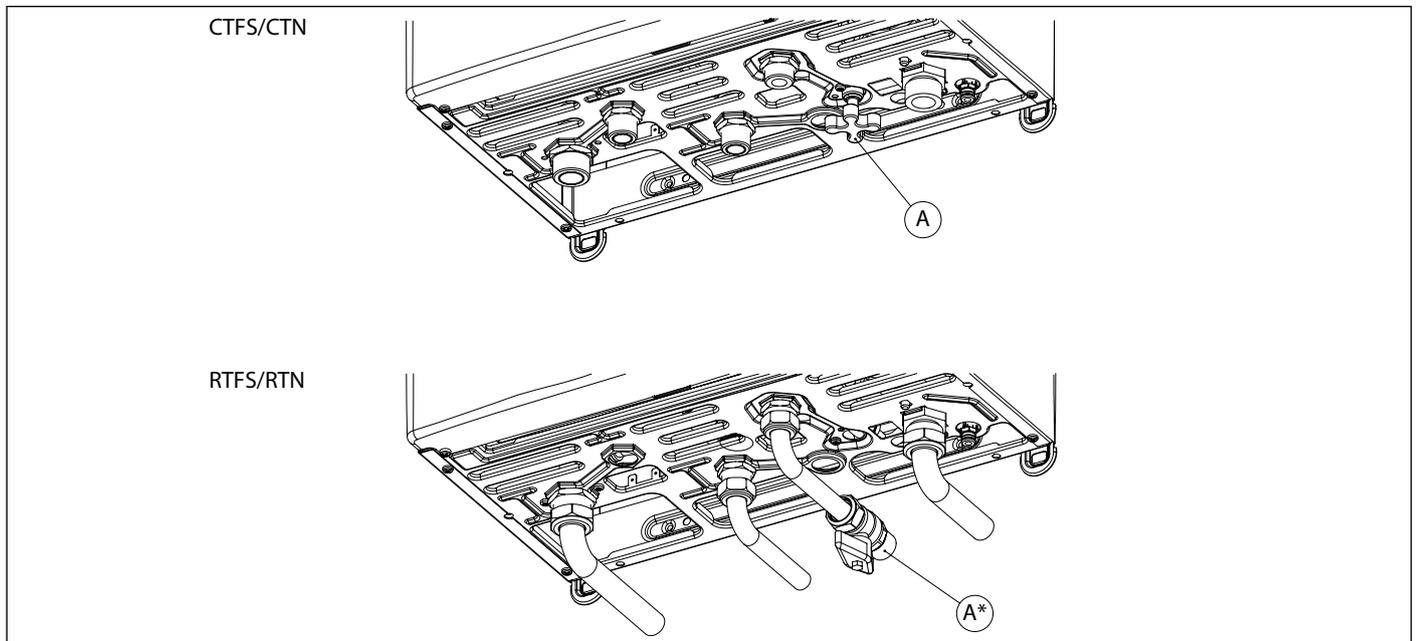

图 2 补水阀
通过补水阀 (A) 来进行系统加注（参见 图 2 补水阀）。